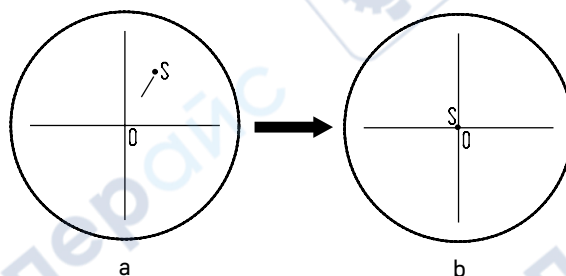

Рис. 16. Настройка канала визуализации
- Установите рукоятку переключения светового потока 4 в положение для наблюдения через окуляры и камеру. Наблюдая объект через окуляры, найдите отличительную точку в поле зрения (легко идентифицируемую цель, такую как точка S на рис. 16а), переместите объект на предметном столике так, чтобы данная точка находилась в центре поля зрения как показано на рис. 16b. Для этой процедуры вместо обычного препарата удобно использовать специальный калибровочный слайд с перекрестьем, а вместо обычного окуляра – окуляр с перекрестьем.